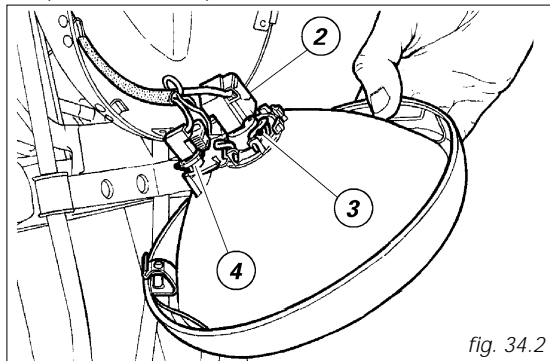

fig. 34.2
*Per accedere alle lampadine del proiettore svitare la vite inferiore (1) che fissa il gruppo cornice/parabola al corpo. Staccare il connettore (2, fig. 34.2) dalla lampadina del proiettore. Sganciare la molletta (3, fig. 34.2) di tenuta della lampada e rimuoverla dal supporto.*
Per sostituire la lampadina della luce di posizione, staccare il connettore (4, fig. 34.2). La lampadina ha un innesto a baionetta, per estrarla occorre premere e ruotarla in senso antiorario. Sostituire la lampadina e inserirla premendo e ruotandola in senso orario fino allo scatto nella sede. Rimontare il connettore e fissare il complessivo cornice/parabola.